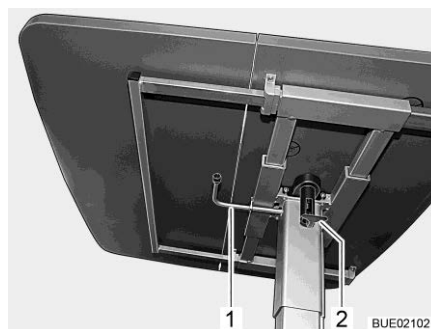

Bild 130 Lyftbord
- För ned låsarmen (Bild 130,2).
- Sväng spaken (Bild 130,1) under bordsskivan 180° medurs. Lyftmekanismen i bordsbenet låses upp.
- Sväng spaken (Bild 130,1) under bordsskivan 180° medurs. Bordsskivan åker själv upp till det övre ändläget.